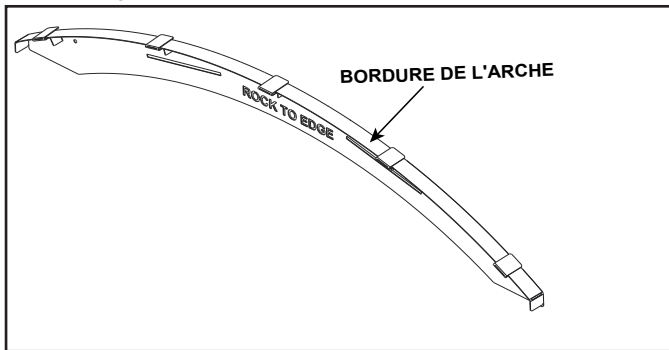

Figure 10.6 Pièces de finition du haut et de la voûte assemblées
3. Placez le modèle de finition d'arche sur le haut des languettes d'arche et le centre. Une fois en place, pliez la partie supérieure des languettes de voûte par-dessus le haut de la garniture de voûte pour la maintenir en place. Pliez les bords extérieurs de la garniture de voûte vers le bas pour correspondre au profil extérieur de la pièce de modèle de finition supérieure. Voir la figure 10.6.